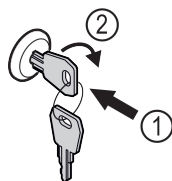

Fig. 133
- ▶ Sleutel erin duwen Fig. 133 (1).
- ▶ Sleutel 90° rechtsom draaien Fig. 133 (2).